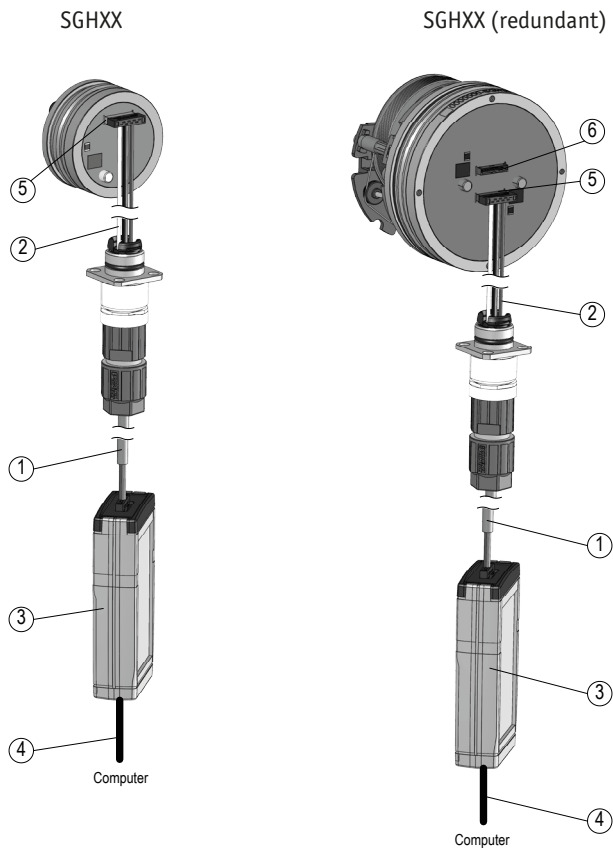

Abb. 1: Anschluss am Seilzugeber mit KV1H und Programmierkabel
Die Parametrierung des Seilzuggebers erfolgt über das mitgelieferte Programmierkabel ① (M12). Das Programmierkabel ① wird über die Kabelverlängerung KV1H ② mit dem SGHXX verbunden (siehe Abb. 1).